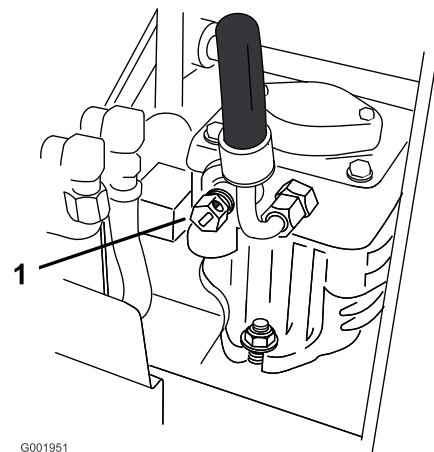

Figure 22
2. Ouvrez les vannes de dérivation des deux pompes en les tournant 1 à 2 fois dans le sens antihoraire. Cela permet au liquide hydraulique de contourner les pompes et aux roues de tourner (Figure 22).